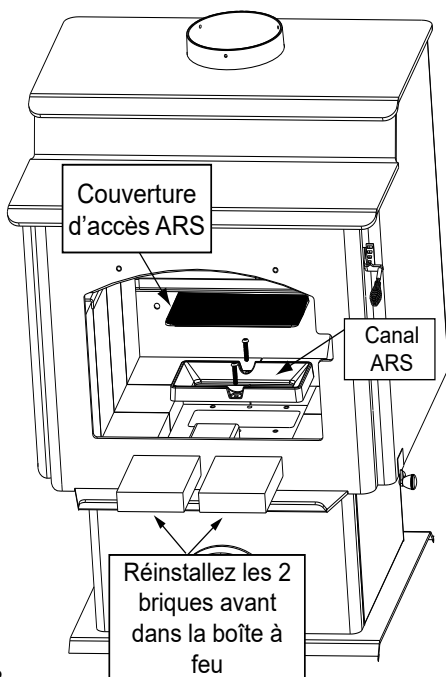

Figure 23.2
1. Remettez en place les briques retirées de l'avant à l'étape 1 de Commencez l'installation du système ARS de la page 18 (**Figure 23.2 à la page 23**).
3. Installez le couvercle d'accès à l'ARS à l'intérieur de la rainure située à l'intérieur de la boîte à feu (**Figure 23.2 à la page 23**).